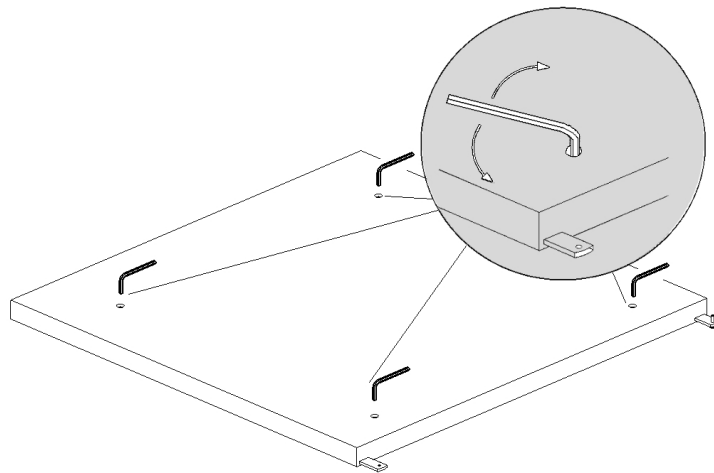

Fig. 2
- Mettre le **panneau du fond** par terre et le niveller (Fig.2);